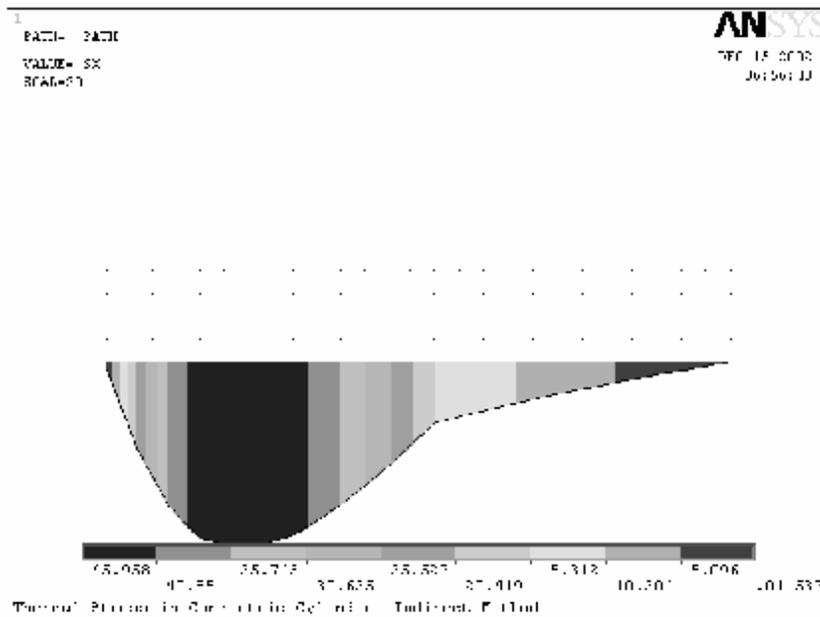

图 12.52 管道径向应力沿路径几何的显示
11. 在对话框中，单击要显示路径项目列表框中的“SX”选项，使其高亮度显示，接着单击“With nodes”单选按钮，指定同时显示节点，单击 **Apply** 按钮，在 ANSYS 图形显示窗口中将绘制出径向应力沿路径的几何显示图，如图 12.52 所示。